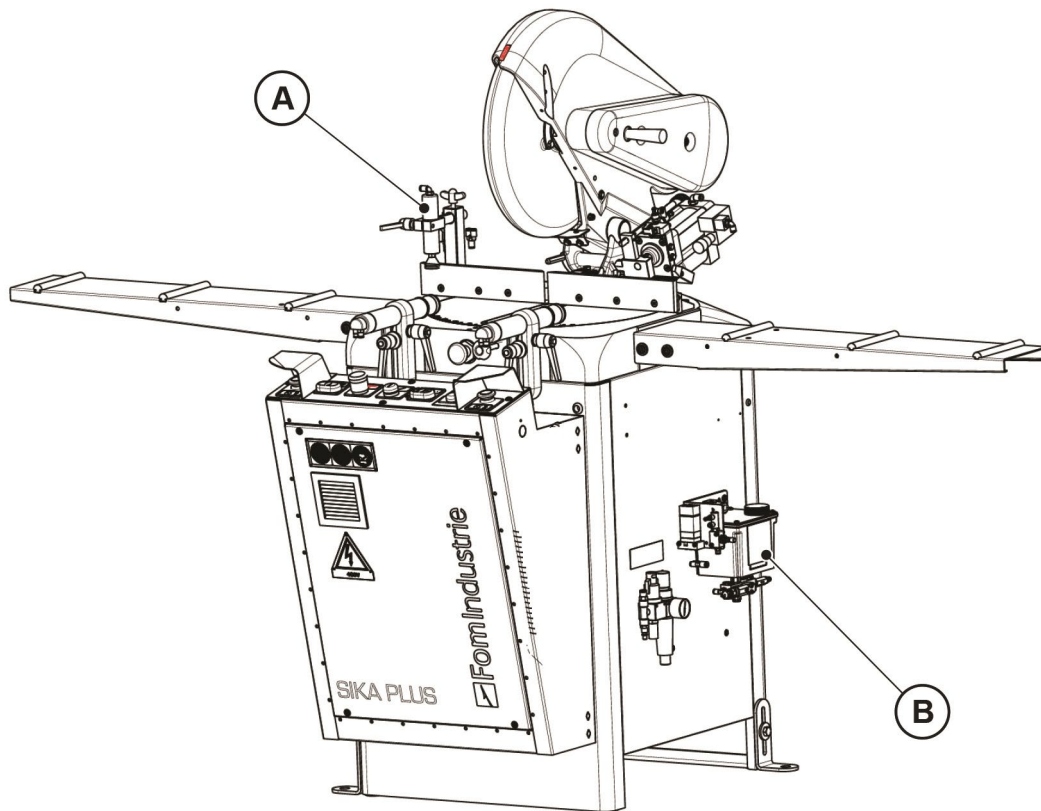

Fig. 03-01
- Mordaza vertical Izd/Dch “A” (Fig. 03-01)
- Equipo de lubricación del corte por microgoteo de aceite puro “B” (Fig. 03-01)